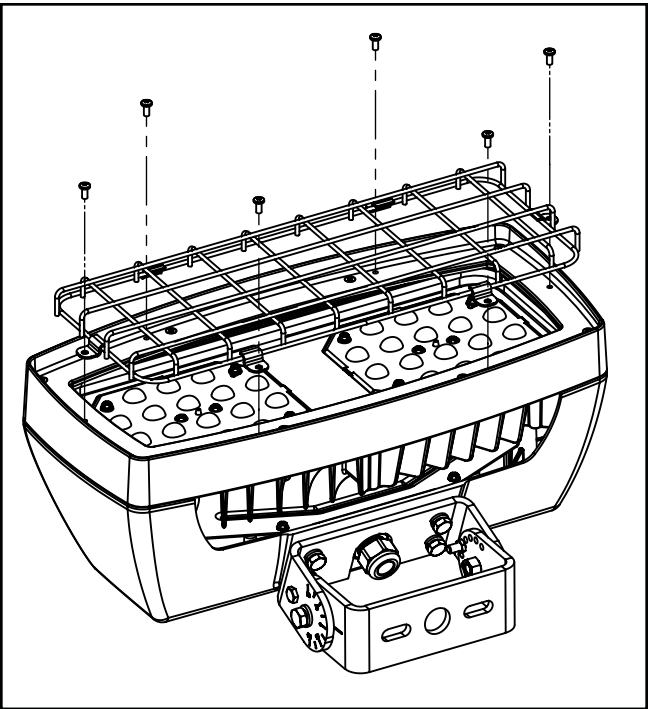

Figura 5
Protector de cables (Figura 5)
- 1. Alinee el protector de cables en la parte superior del marco de la lente para que coincida con los seis orificios existentes. (Figura 5)
- 2. Ajuste los (6) tornillos de 8-32 a la parte frontal de la luminaria.